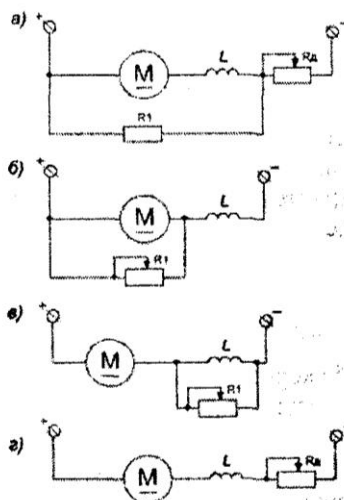

Рис. 38
**1-61.** Какая из приведенных схем включения двигателя постоянного тока последовательного возбуждения (рис. 38) применяется для регулирования угловой скорости вращения двигателя вверх от номинальной?